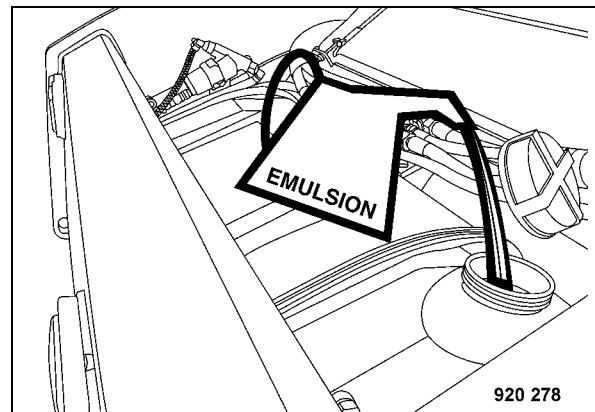

Fig. 131
- Aprire il coperchio del serbatoio, rabboccare emulsione (Fig. 131) e richiudere il coperchio.